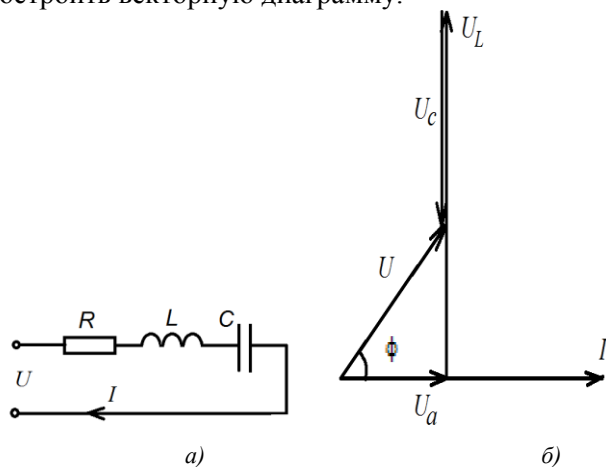

Рис. 2. 4
2.13. К источнику переменного тока с $U = 200$ В, $f = 50$ Гц, подключены последовательно реостат R с сопротивлением 30 Ом, катушка L с индуктивностью 0,3185 Гн и конденсатор с емкостью 53,1 мкФ (рис. 2. 4, а).